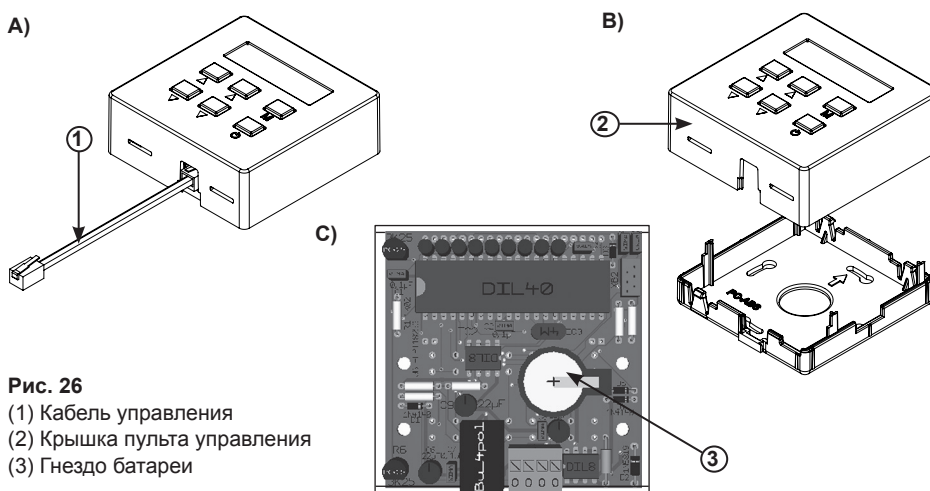

Рис. 26
- Отсоедините кабель управления (1) от нижнего разъема пульта.
- Снимите крышку (2) пульта управления.
- Гнездо (3) батареи расположено на плате. Удалите батарею и установите новую, как показано на рис. 26 С.